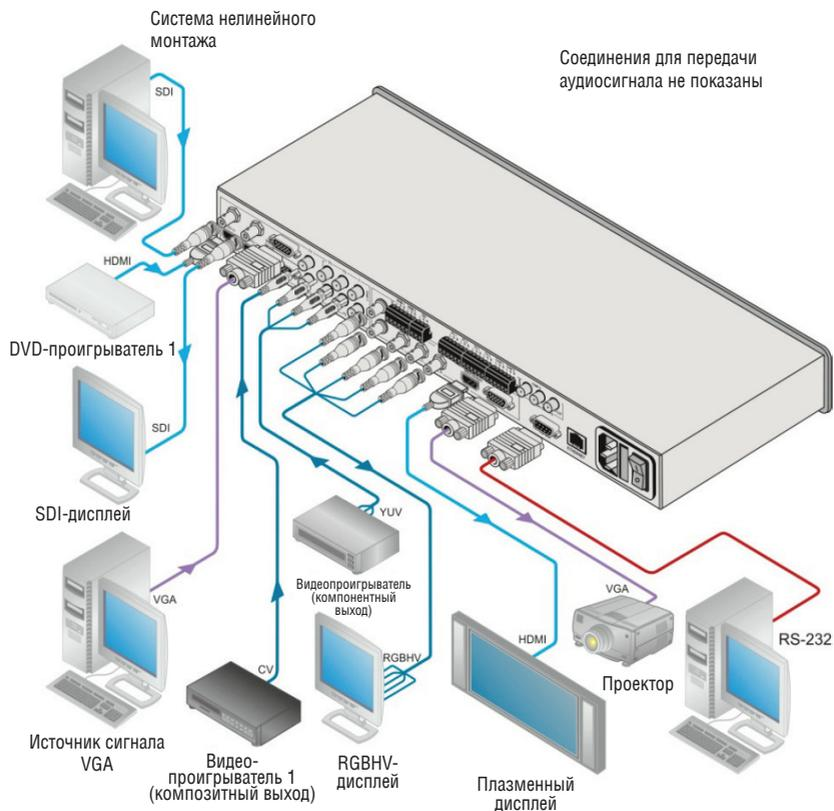

Рис. 3. Подключение презентационного коммутатора/масштабатора VP-690
Чтобы подключить **VP-690** в соответствии с примером, приведенным на рис. 3, действуйте в следующем порядке:
7. При необходимости подсоедините источники входного звукового сигнала к соединителю блока съемных клемм AUDIO INPUT (на **рис. 3** не показано).
11. При необходимости подсоедините выходного звукового сигнала к приемнику стереофонического аналогового звукового сигнала AUDIO OUTPUTS и/или к приемнику цифрового звукового сигнала (на **рис. 3** не показано).
12. Подсоедините сетевой кабель (на **рис. 3** не показано).